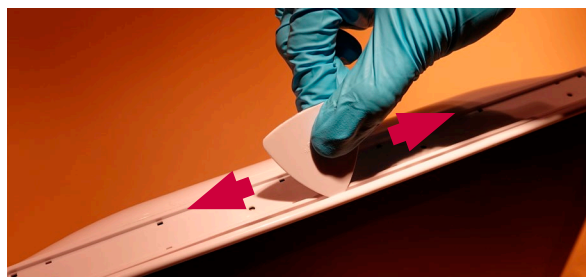

Figura 7 Desprinderea carcasei dorsale cu ajutorul plectronului
f) Scoateți carcasa dorsală (Figura 7)